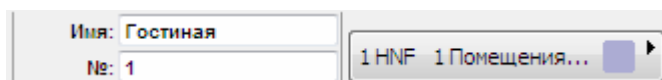

Рис. 126
6. В Информационном табло введите категорию зоны — **1. Помещения** и ее имя — **1. Гостиная** (рис. 126).